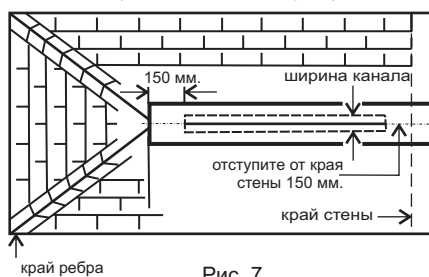
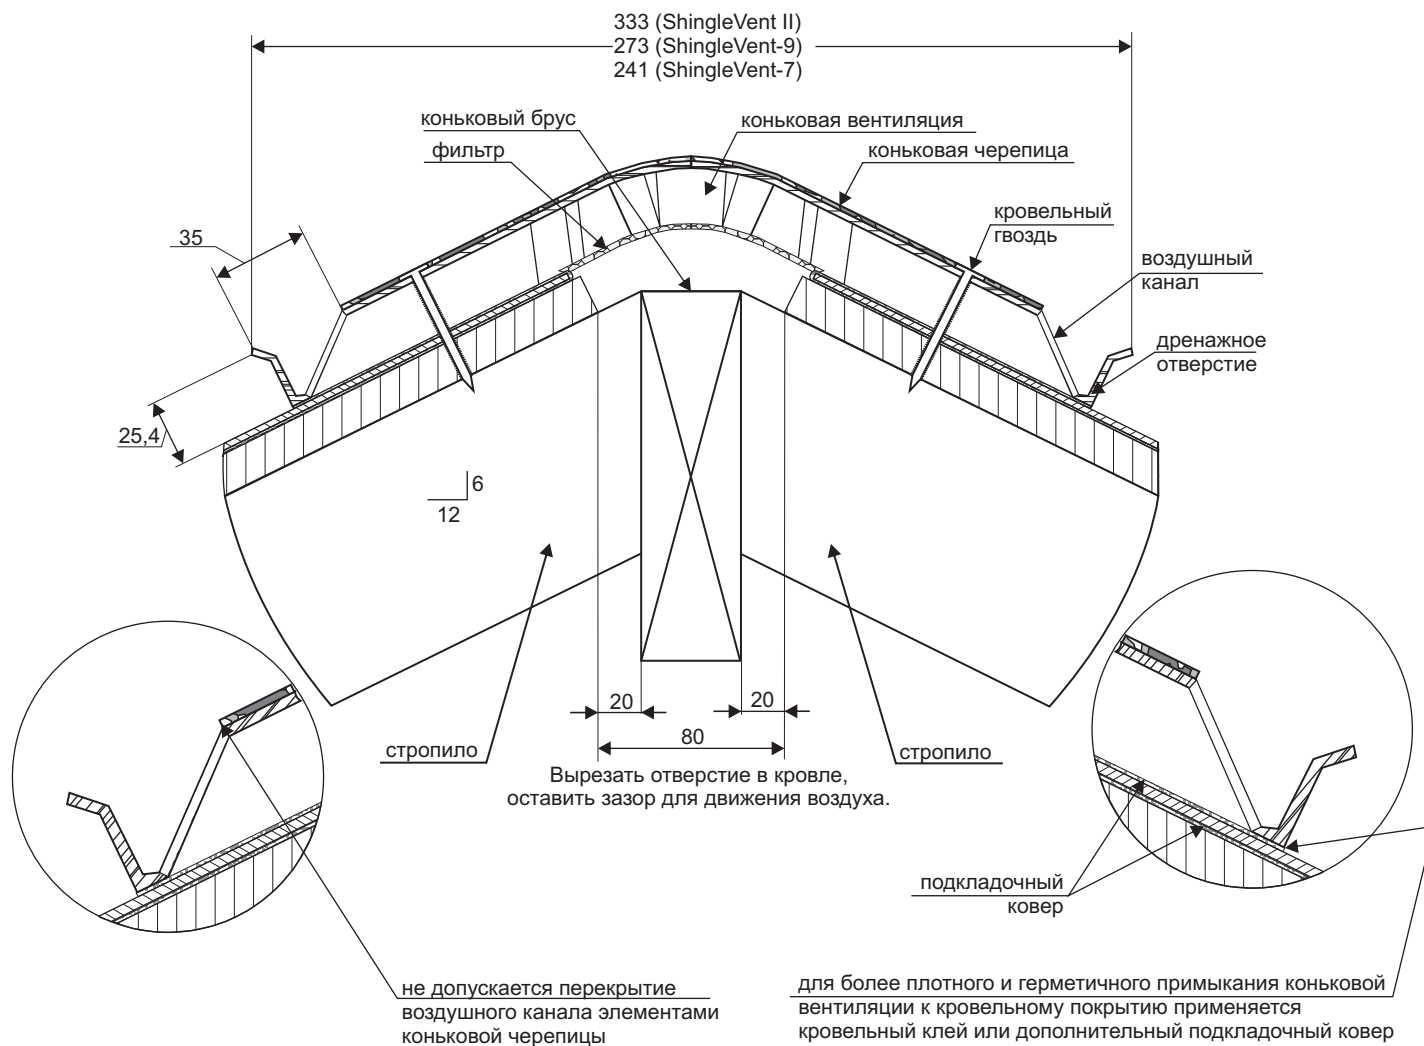

Рис. 7
Рис. 10 Крыша из стропильных ферм с коньковым брусом
7. Подготовьте кровлю к монтажу ShingleVent II: удалите существующие элементы кровельного покрытия (коньковую черепицу) с конька/ребра крыши Рис.1; произведите разметку вентиляционного канала (для этого, в качестве шаблона, используйте специальные продольные метки на ShingleVent II); посредством разметочного шнура и карандаша (мела) очертите контур вентиляционного канала (так, как это показано на Рис.7, 8, 9); установите глубину надпила дисковой пилы, так, чтобы избежать повреждения стропил и ферм крыши (следуйте рисункам приведенным ниже); аккуратно, по разметочной линии, не повреждая структуру кровельного пирога и не изменяя несущей способности крыши, выпилите отверстие (произведя вертикальный срез, если это возможно) в сплошном основании крыши Рис.2; удалите лишние фрагменты сплошного основания, очистите вентиляционный канал от мусора (опилок и других инородных предметов); используя подкладочный ковер (на основе стеклоткани) или битумную мастику (кровельный клей), добейтесь ровной однородной поверхности по линии примыкания нижней кромки ShingleVent II к кровельному покрытию.
*Помните, что коньковая вентиляция ShingleVent II должна плотно и герметично примыкать к кровельному покрытию. Особое внимание следует обратить на кровельные покрытия с неоднородным рельефом, гонты которых имеют многослойную структуру Рис. 10.**
Оставляйте всегда открытыми дренажные отверстия, находящиеся в нижней части ShingleVent II (Рис. 10).
1. Удалите коньковую черепицу (см. п.7 настоящей инструкции). Используя разметочный шнур и карандаш (мел), произведите разметку вентиляционного канала (см. Рис.7, 8, 9).
2. Выпилите отверстие в сплошном основании крыши. Избегайте повреждения стропил и ферм крыши (см. Рис. 7, 8, 9, 10). Освободите отверстие от мусора (см. п.7 настоящей инструкции).
6. Прибейте гвоздями коньковую черепицу по специальным разметочным линиям, Рис.10. Гвозди должны быть достаточно длинными, чтобы полностью проникать в основание крыши (см. п.10 настоящей инструкции).
Произведите разметку, для этого отступите от края стены (крыши) или места стыка коньков и ребер (для вальмовой крыши) 150 мм., см. Рис.7. Выпилите проем в сплошном основании крыши. Ширина пропила (канала) должна быть шире толщины коньковой балки не менее чем на 40 мм. (по 20 мм. с каждой стороны), см. Рис.10.